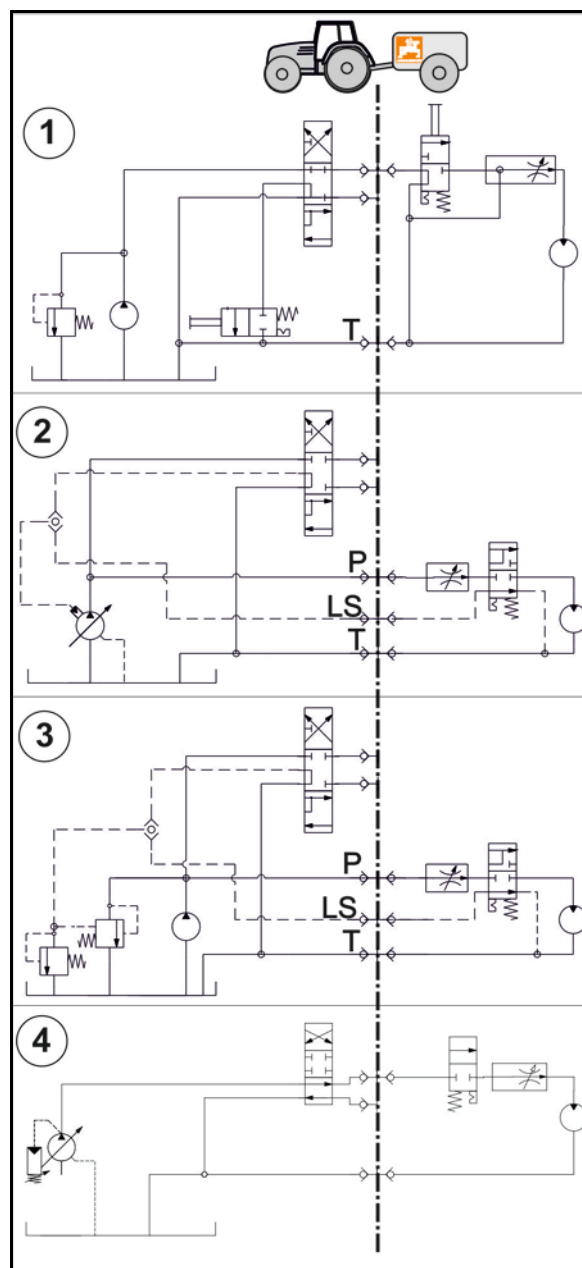

Fig. 131
- Avstanden mellom koblingspunktet og dreievinkelsensoren (**Fig. 131/ X**) må være så liten som mulig (spesielt i forbindelse med Hitch-trekkstang).